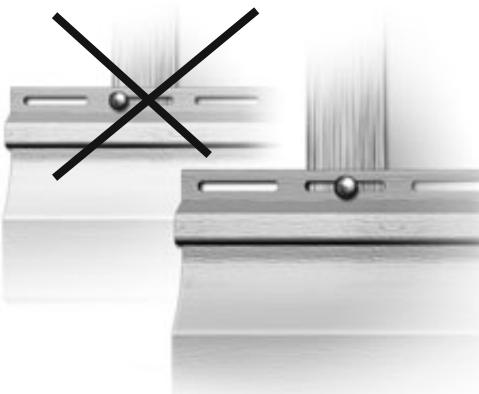

рис. 3
- Центр гвоздя должен быть в середине перфорированного отверстия (рис. 3).